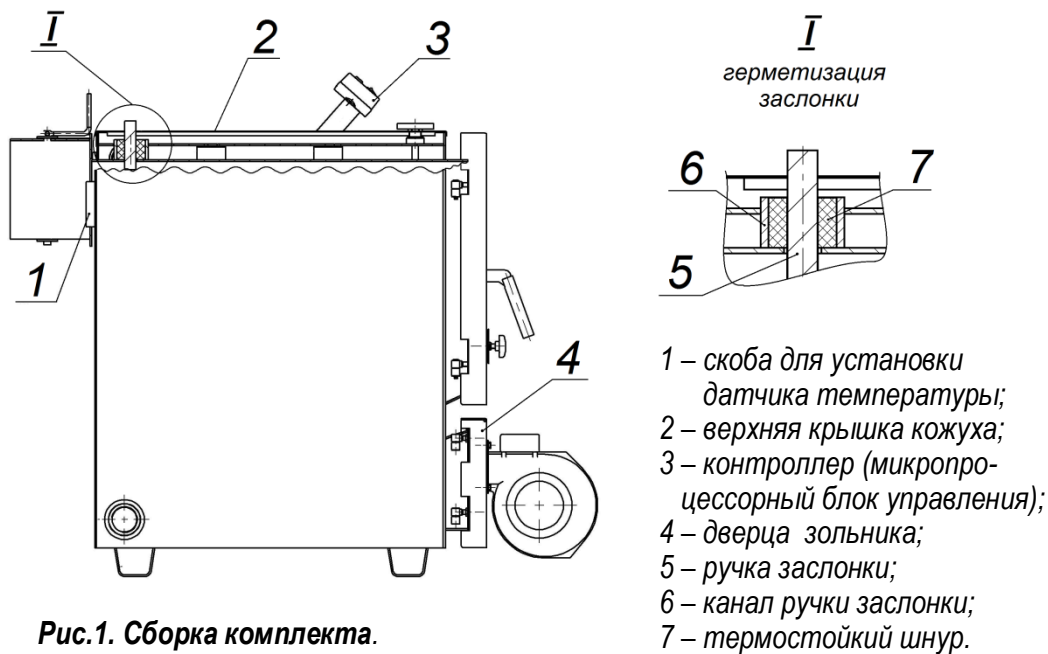

Рис.1. Сборка комплекта.
2.2. Герметично заполнить канал движения ручки заслонки термостойким шнуром из комплекта (см. рис.1).
- 2.7.** Закрепить контроллер на верхней крышке теплоизолирующего кожуха при помощи крепежной рамки (поз.12) и винтов (поз.13) из комплекта контроллера (рис.4, рис.1).
- 2.8.** Кабель с датчиком температуры установить в скобу (поз.1 на рис.1) на задней стенке котла, либо на патрубок подачи (при помощи металлического хомута).